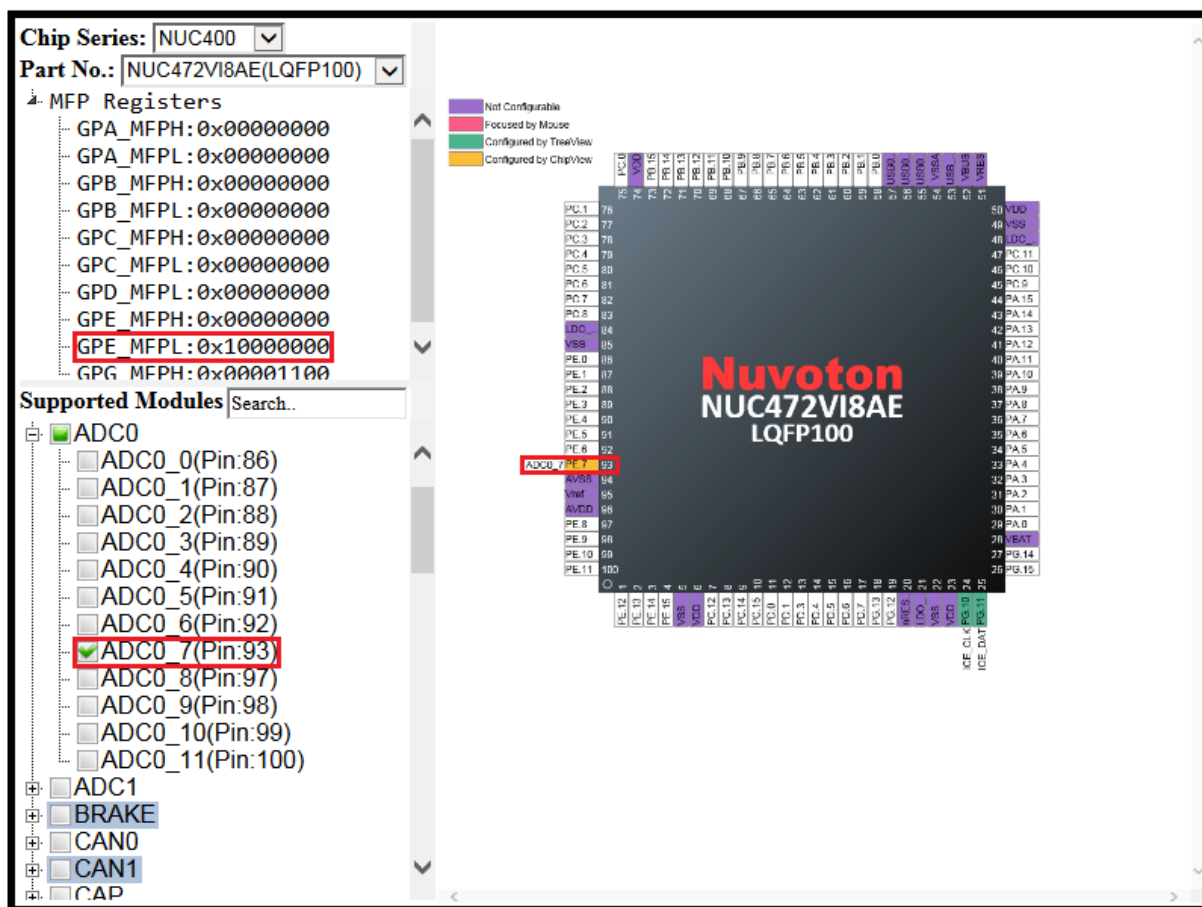

图 3-12 通过个别管脚配置 ADC0_7 的结果
2. 移动鼠标到选项中，并且点击想要的功能。单独的管脚设定完成之后，此时在树状图与 MFP 寄存器也会同步更新(参照图 3-12)。